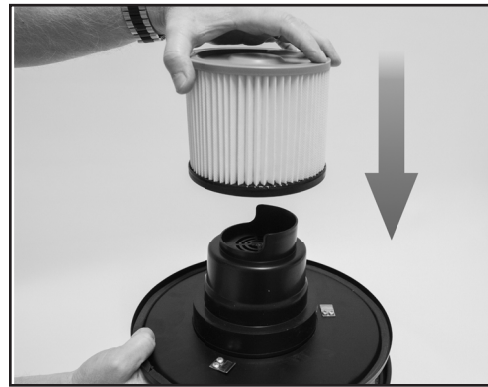

Figura 5
1. Instale el filtro de manera que quede al ras con la tapa del cabezal del motor de la aspiradora. Asegúrese de empujar el filtro hacia adentro hasta que se detenga contra el cabezal del motor. Consulte la figura 5.